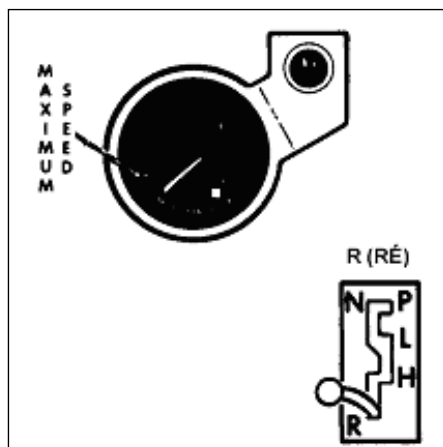

Fig 11-3. Alavanca seletora de marcha an posição "Ré"
b. Marcha a ré "R" (Fig 11-3)
(1) Usar esta marcha para movimentar o CC para trás e atingir a força máxima do motor em subidas íngremes com o CC retrocedendo.
(2) Não passar de R para L ou H a menos que o CC esteja parado e o motor em regime de marcha lenta (700 a 750 RPM).
(3) A velocidade máxima em marcha a ré é 5 MPH.